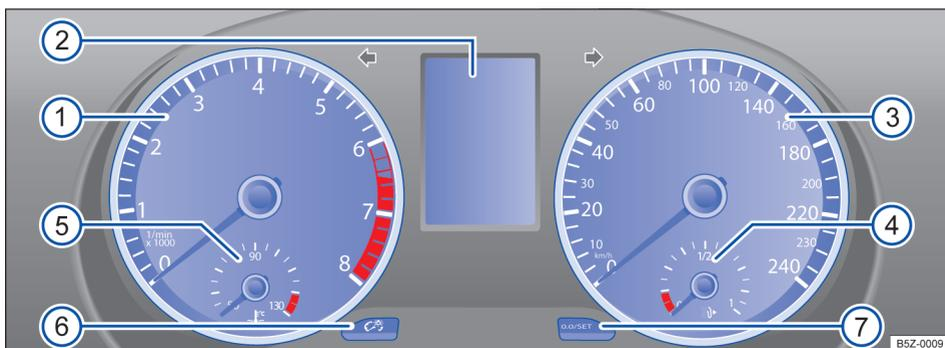

Fig. 11 Instrumento combinado no painel de instrumentos.
Significado dos instrumentos → Fig. 11:
- Com a ignição ligada, para ajustar o relógio, se necessário, alterar para o indicador do relógio, pressionar a chave → Fig. 17 ② para cima ou para baixo ou pressionar o botão de ajuste → Fig. 11 ⑦.
- ⑦ **Botão para reinicializar o indicador do intervalo de serviço** → Página 24